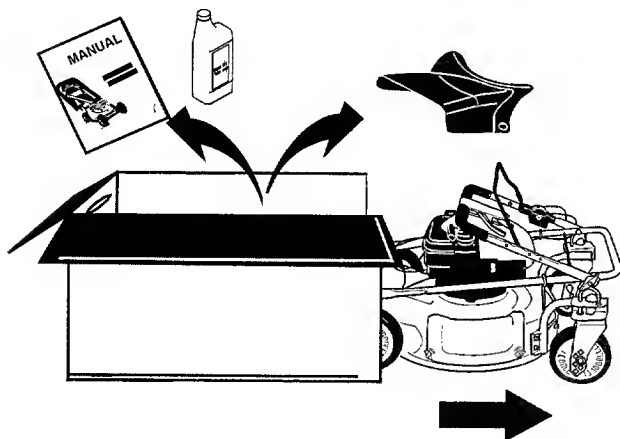

Figura 1
- Extraiga las piezas sueltas de estar incluidas con la unidad (por ej. manual del propietario, etc.). Vea la Figura 1.
- Ruede o deslice la unidad fuera de la caja. Inspeccione bien la caja por piezas sueltas. Vea la Figura 1.